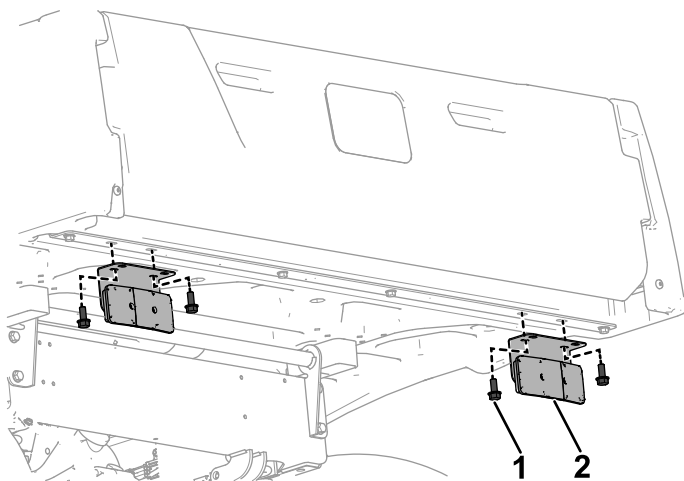

図 6
2. ブレーキランプブラケットを、プラスチック製荷台の下部に取り付ける各ブラケットにフランジヘッドボルト5/16 x 3/4"2本を使用する 図 6。